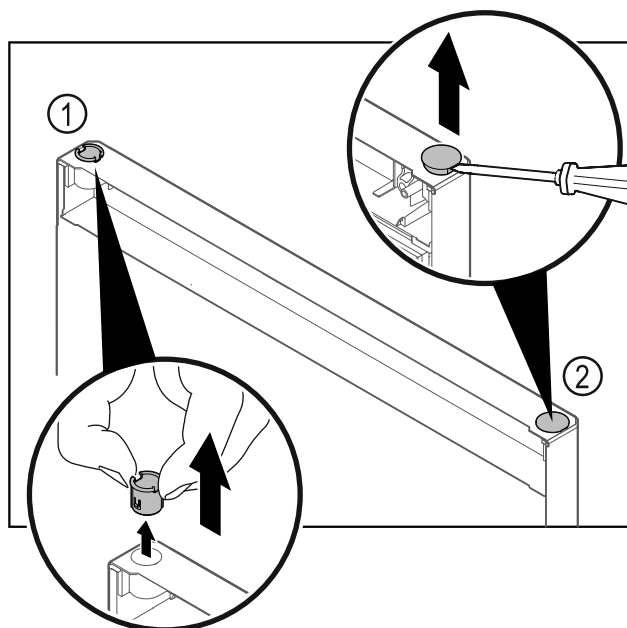

Fig. 26
- ▶ Pušo tečaja Fig. 26 (1) snemite s prsti.
- ▶ S ploščatim izvijačem previdno dvignite krovni čep Fig. 26 (2) in ga izvalcite.